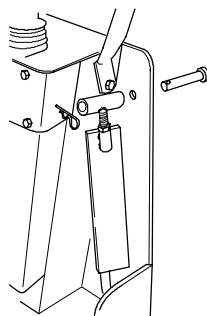

Figura 25
3. Sujete las barras laterales en la posición de almacenaje, tal como se indica en la Figura 25.